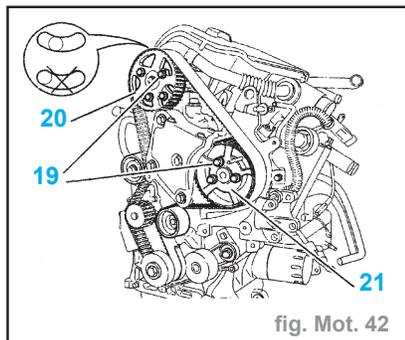

fig. Mot. 42
- Tourner le galet-tendeur (16) dans le sens inverse des aiguilles d'une montre (à l'aide de l'outil [10] (-).0188-J1).
- Serrer l'écrou (23) à 1,8 daN.m (sans modifier la position du galet (16)).
Impératif : En déposant une vis (19) sur chacune des poulies (20) et (21), s'assurer que ces vis (19) ne sont pas en butée de boutonnière. Dans le cas contraire, reprendre l'opération de repose de la courroie de distribution (fig. Mot. 42).